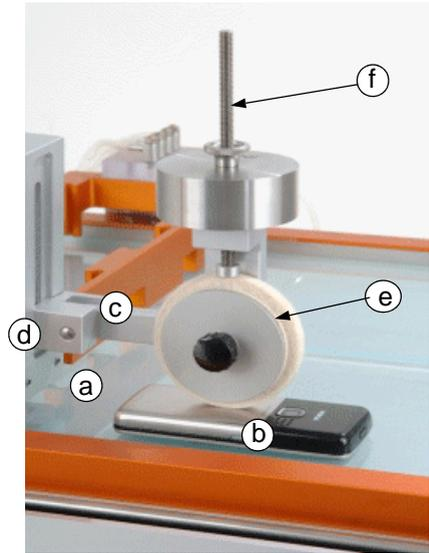

Abbildung 11. Werkzeug 10
2. Setzen Sie die Halterung des Werkzeuges auf den Werkzeugträger (Abbildung 11) und ziehen die beiden Schrauben (a) an.